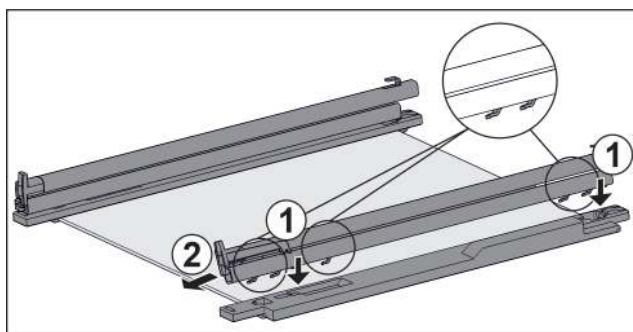

Fig. 100 Стекланная пластина с направляющими и крепежными элементами
- ▶ Поместите крючки направляющей в отверстия **левого** крепежного элемента. Fig. 100 (1)
- ▶ Потяните направляющую вперед. Fig. 100 (2)
- ▶ Поместите крючки направляющей в отверстия **правого** крепежного элемента. Fig. 100 (1)